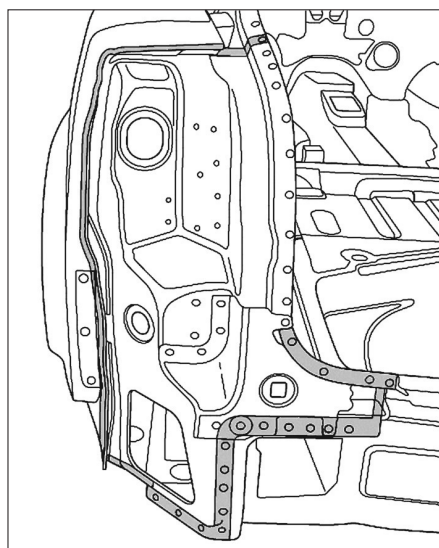

FIG. 61
- Détacher l'assemblage d'origine de la jupe et retirer la pièce (Fig.61).